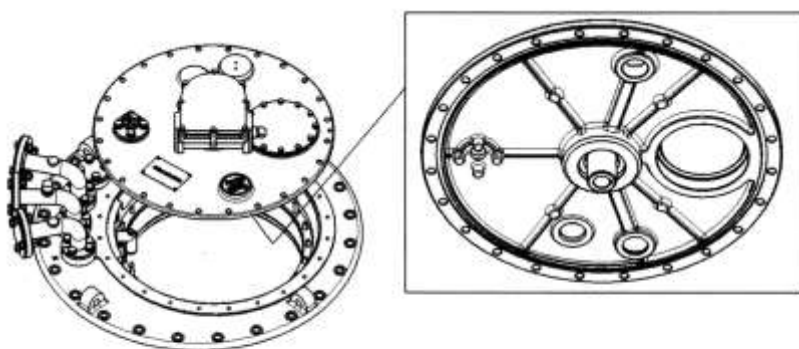

Рис. 22.
3. Снимите крышку головки устройства РПН. Во время всех манипуляций необходимо избегать повреждений крышки и круглой уплотнительной прокладки (Рис.22).